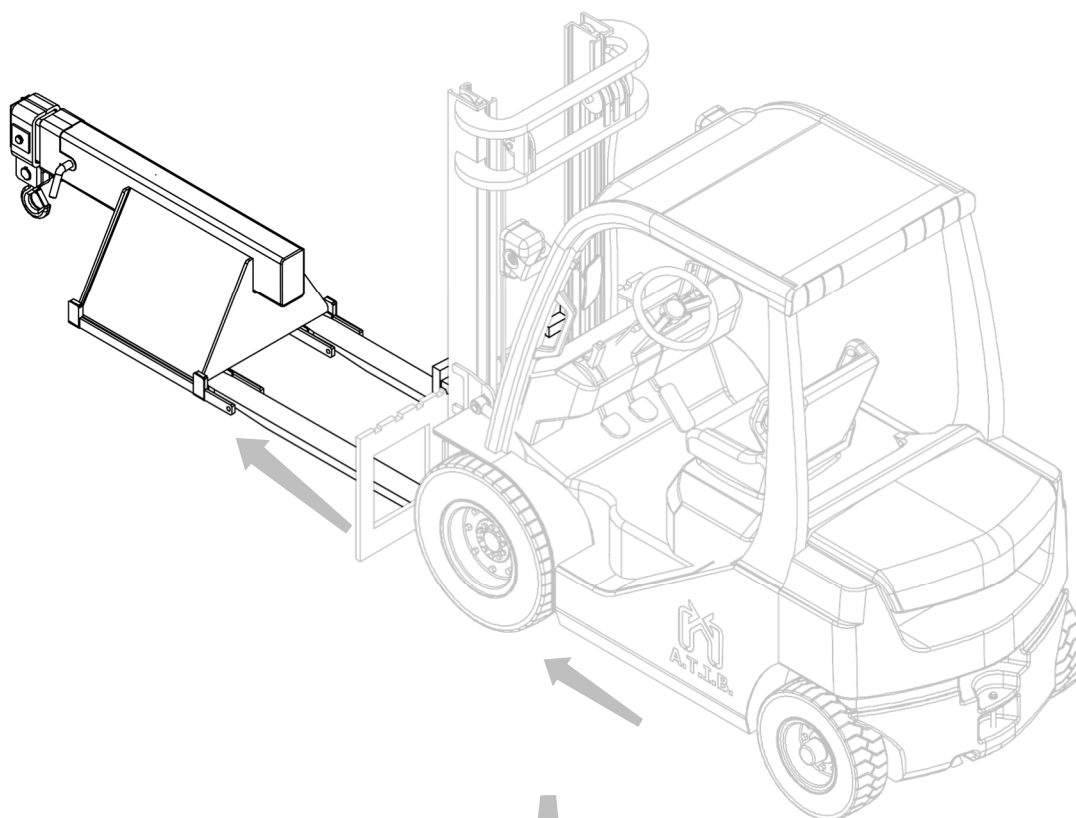
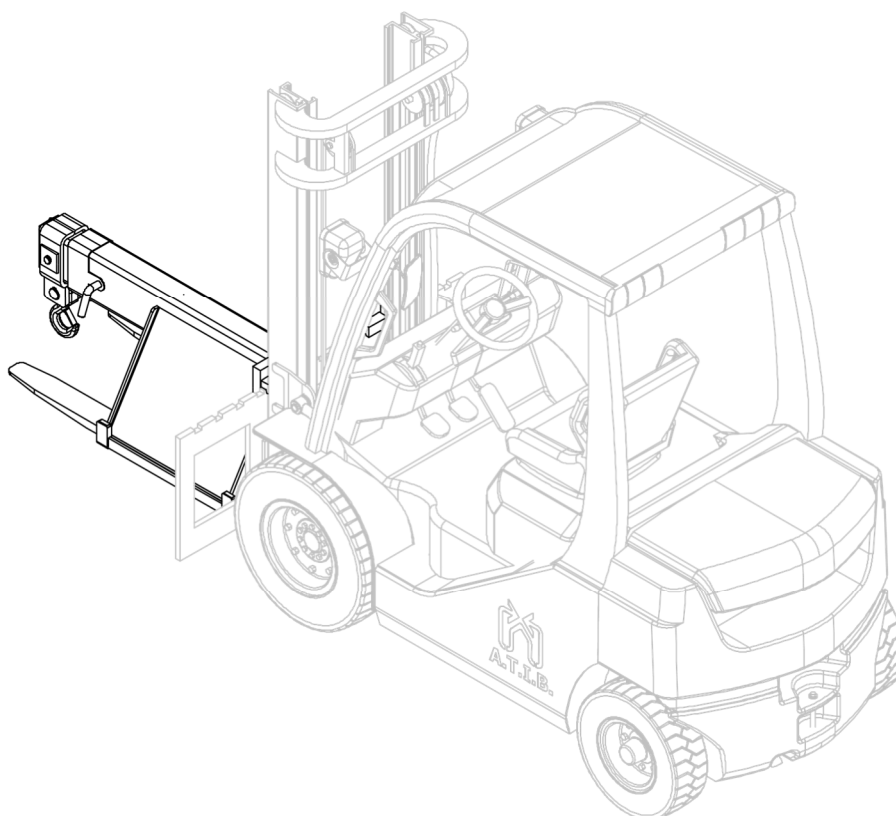

Figure 7
Figure 8
5. Renforcer l'équipement (voir Figure 7 et Figure 8).